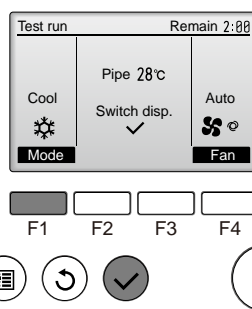

Fig. 7-6
- Кнопкой **F1** выберите режим работы "Cool" (Охлаждение) или "Heat" (Нагревание). (Fig. 7-6)